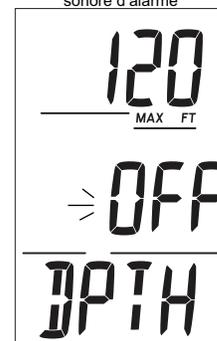

Fig. 21 - Réglage de l'alarme de profondeur
**Réglage de l'alarme de profondeur** : paramètres affichés (Fig. 21)